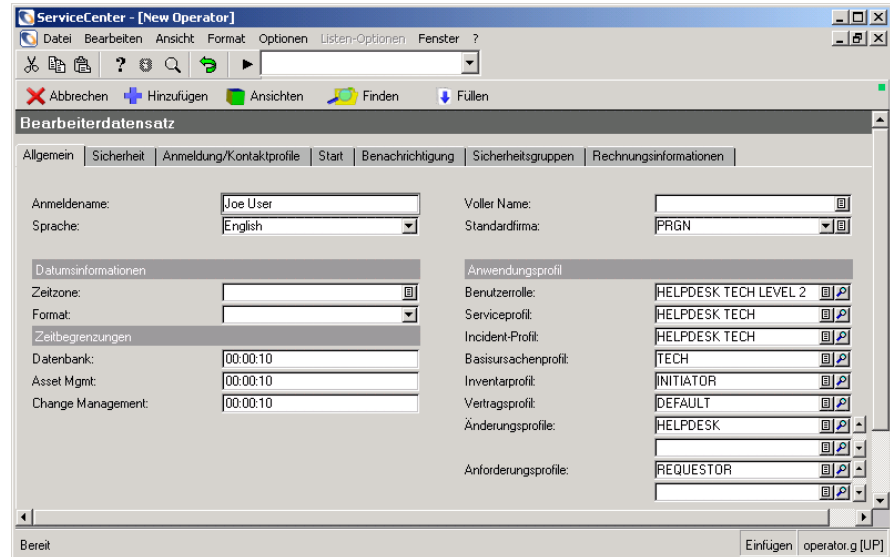

Abbildung 4-4: Bearbeiterdatensatz
- 7 Klicken Sie auf OK. In Abbildung 4-4 wird der neue Bearbeiterdatensatz mit dem Namen des neuen Bearbeiters im Textfeld **Anmeldename** angezeigt.